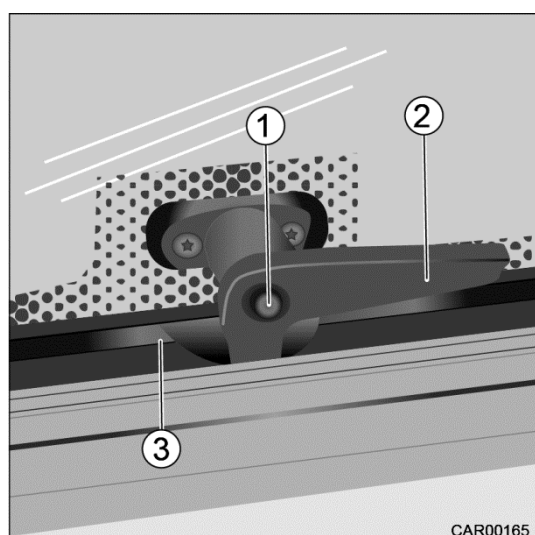

Fig. 60 Verrouillage des vitres orientables
1. Appuyer sur le bouton de blocage (Fig. 60/1) et le maintenir appuyé.
2. Placer le levier de verrouillage (Fig. 60/2) verticalement.
1. Fermer la vitre orientable en tirant sur le levier de verrouillage (Fig. 60/2).
2. Tirer le levier de verrouillage (Fig. 60/2) vers soi et le positionner horizontalement en le tournant dans le sens horaire. Le levier de verrouillage doit se trouver sur la face intérieure de l'entretoise de la vitre (Fig. 60/3).